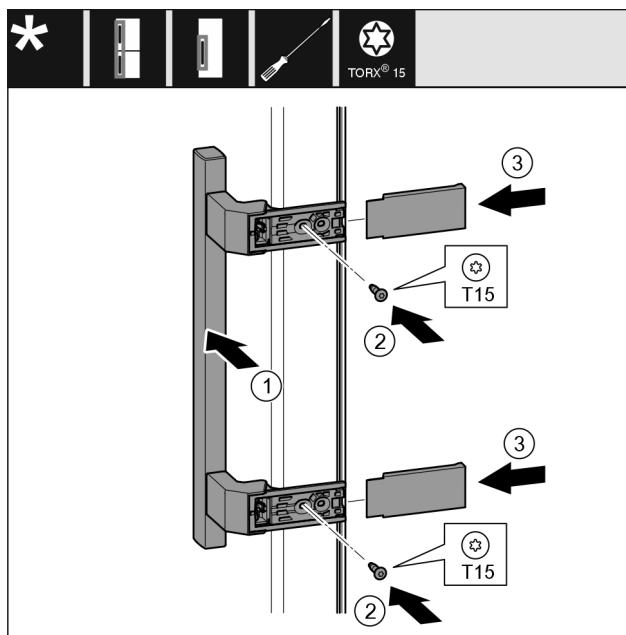

Fig. 11
- Pange käepide vastasküljel kohale. Fig. 11 (1)
- Keerake kruvid kruvikeerajaga T15 kinni. Fig. 11 (2)
- Pange katted küljel kohale ja lükake peale. Fig. 11 (3)